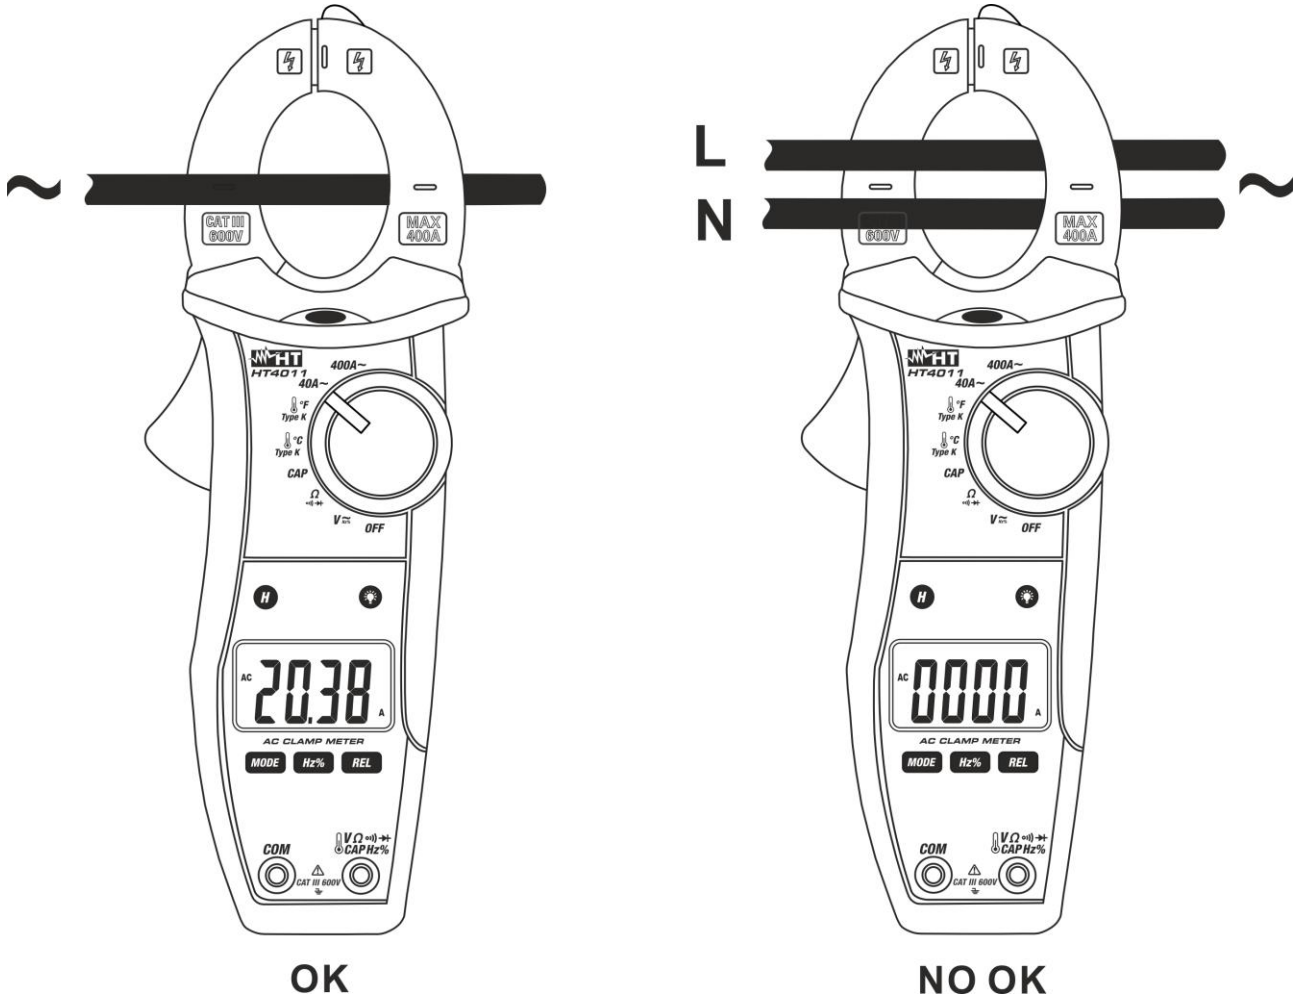

Fig. 10: Uso de la pinza para medidas de corriente CA
2. Inserte el cable en el interior del maxilar al centro del mismo a fin de obtener medidas precisas (vea Fig. 10 – parte izquierda). El valor de la corriente CA, se muestra en pantalla